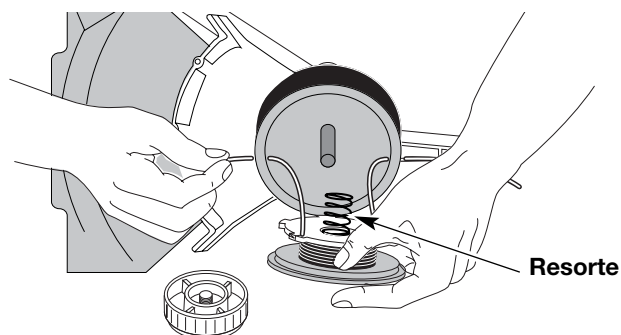

Fig. 40
13. Inserte los extremos de la línea a través de los ojalillos de la bobina exterior y coloque el carrete interior con el resorte dentro de la bobina exterior (Fig. 40). Empuje el carrete interior y la bobina exterior entre sí. Mientras sostiene el carrete interior y la bobina exterior, tome los extremos y tire con firmeza para soltar la línea de las ranuras de fijación de la bobina.
5. Inserte los extremos de la línea en los ojalillos de la bobina exterior (Fig. 40).